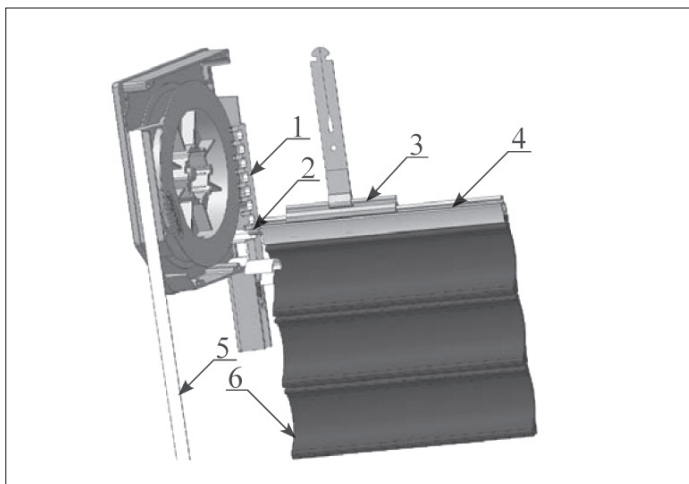

Рис. 1. Закрытое положение
1. При опущенном полотне (6), стальной штифт (2), установленный в верхний алюминиевый профиль (4), входит в зацепление с зубчатым замком (1) (рис. 1).